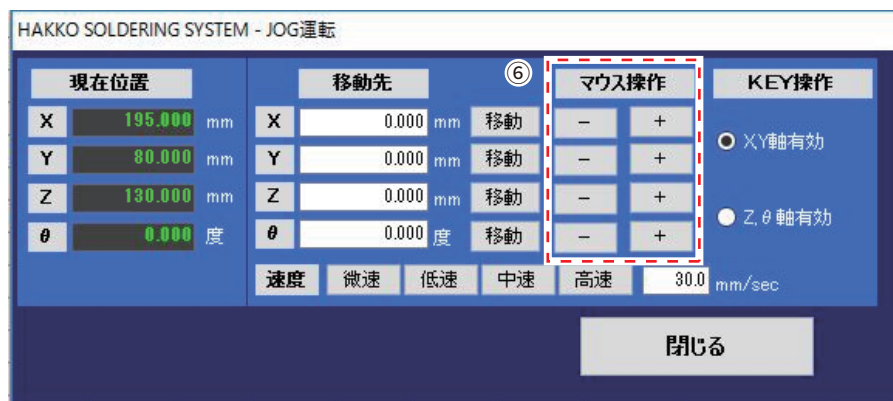

図 7-118
⑤ トップ画面の「JOG 運転」をクリックし、JOG 運転画面を開きます。(図 7-118 参照)